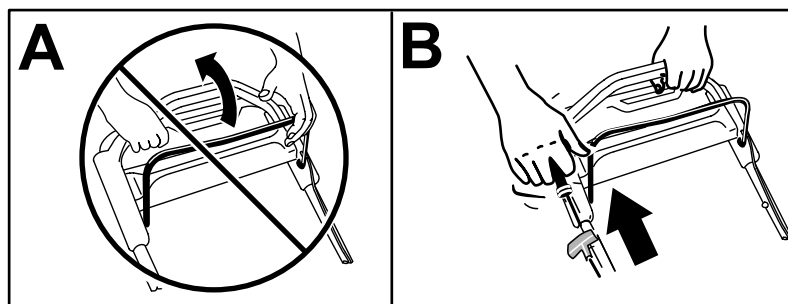

Figure 15
**Remarque:** Vous pouvez démarrer le moteur soit depuis la position d'utilisation (Figure 15), soit au niveau du moteur (en tirant la poignée du lanceur hors du guide du lanceur).